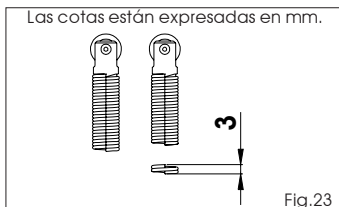

Fig.23
- Acortar el muelle, dos espiras corresponden a unos 3 mm, como se muestra en la Fig. 23.